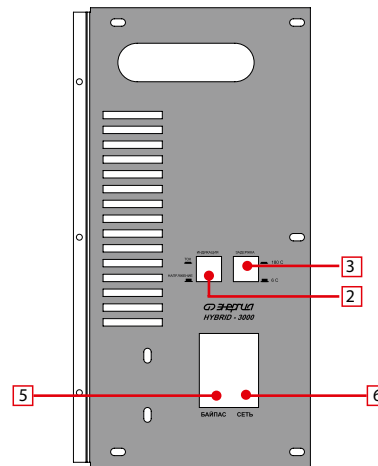

Рисунок 2
## Перечень составных частей изделия (рис. 2)
5.4.1. Расположение элементов подключения, управления и индикации для всех моделей показано на рис. 2. Их позиционные обозначения и назначения указаны в Таблице 4.